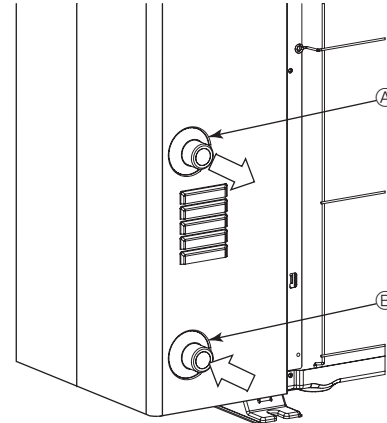

Fig. 5-1
### 5.1. Vannrørtilkobling (Fig. 5-1)
- Inngangs- og utgangsrørposisjon vises på Fig. 5-1.
[Fig. 5-1]